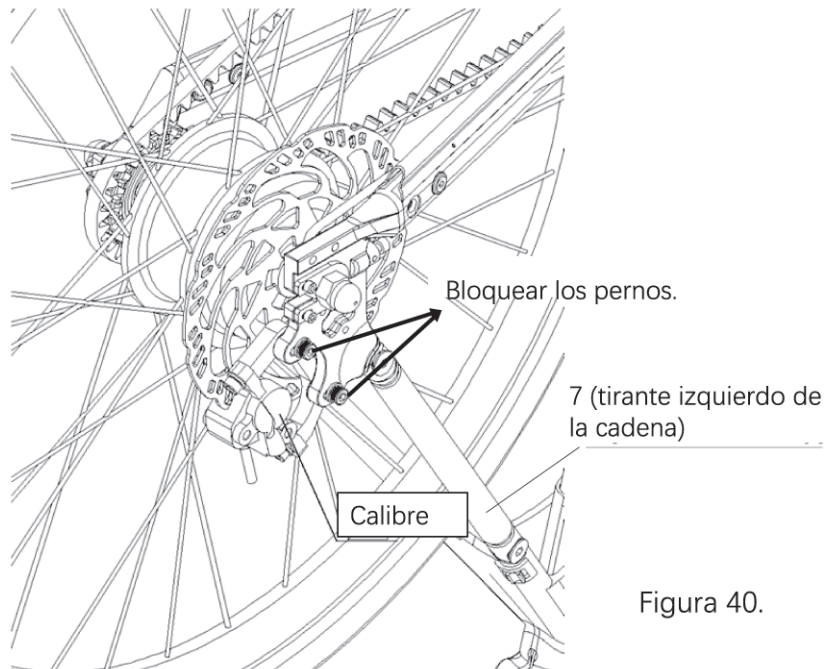

Figura 40.
d. Bloquear la pinza de freno en la pieza 7 con una llave Allen de 5 mm (o una llave T25), como se muestra en la Figura 40.